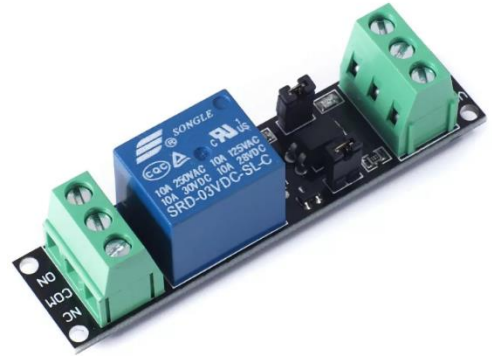

Figura 11.
10. Ahora, conectemos los bombillos de nuestro hogar para encenderlos y apagarlos con la micro:bit trasmisora. Pero antes tenemos que conectar un módulo de potencia a la micro:bit receptora, porque no tiene la suficiente potencia eléctrica ni el voltaje adecuado para encender los bombillos. Para lograr esto, usaremos un **Módulo Relé de 1 Canal 3V o 5V Optoacoplado de 10A**, como el mostrado en la figura 11, el cual nos permitirá usar los voltajes y corrientes necesarias para encender bombillos usados en los hogares sin que se dañe la Micro:bit receptora, gracias a un relé (en azul).